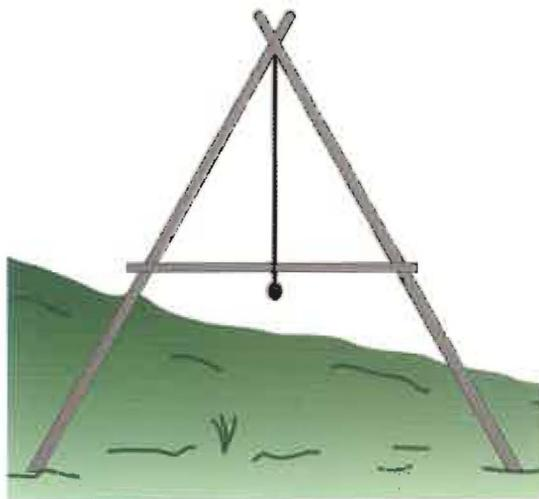

Figura 2. Nivel A. Fuente: CATIE.
3. Trace las curvas con el nivel A y márkelas con estacas (Figura 2).